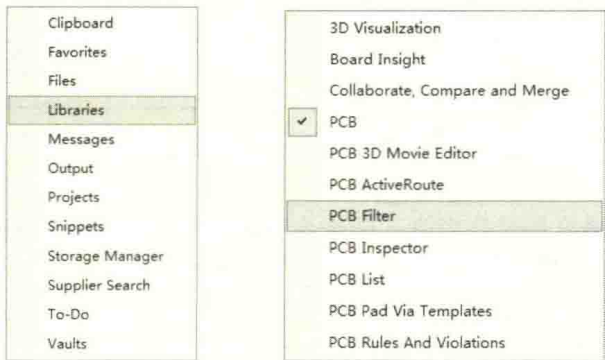

图 6-3 PCB 设计常用面板的调用
(1) 执行右下角的“System”命令，可以从中调出“Projects”、“Libraries”、“Messages”等面板，如图 6-3 中左图所示。
(2) 执行右下角的“PCB”命令，可以从中调出“PCB Filter”、“PCB Inspector”等实用面板，如图 6-3 中右图所示。